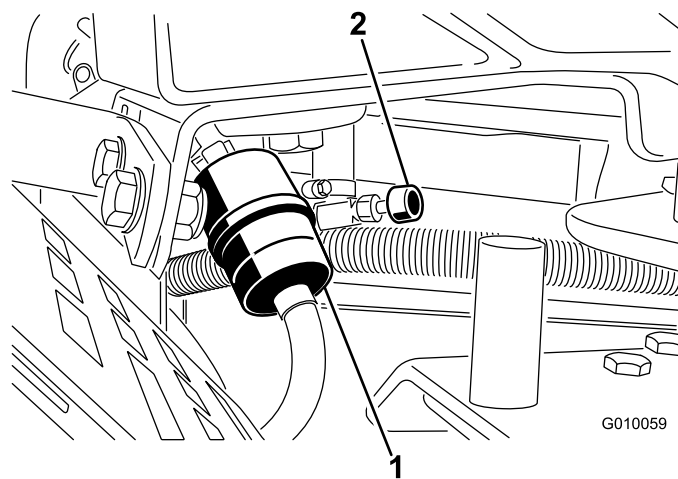

Figura 49
2. Închideți ventilul de închidere combustibil (Figura 49).
3. Strângeți capetele clemelor de furtun împreună și glisai-le în afara filtrului (Figura 49).
5. Montați un filtru nou și deplasați clemele de furtun aproape de filtru (Figura 49).
7. Deschideți ventilul de închidere combustibil (Figura 49).
3. Slăbii clema furtunului de la filtrul de combustibil și glisai-o în sus pe conducta de combustibil, departe de filtrul de combustibil (Figura 49).
4. Trageți conducta de combustibil de pe filtrul de combustibil (Figura 49). Deschideți ventilul de închidere combustibil și lăsați combustibilul să se scurgă din rezervor într-o canistră de combustibil sau o tavă de golire.
5. Montați conducta de combustibil la filtrul de combustibil. Glisai clema pentru furtun până aproape de filtrul de combustibil pentru a fixa conducta de combustibil (Figura 49).